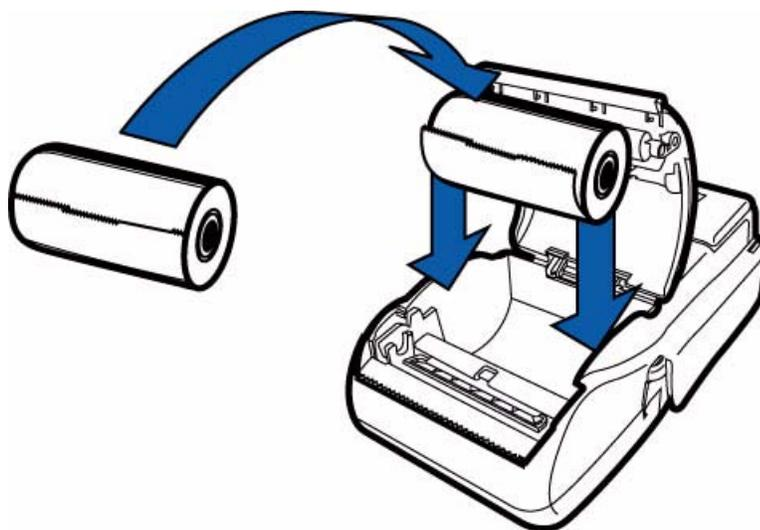

图 10 安装打印纸卷
- 5 拿住打印纸卷，确保翻转终端时纸张从纸卷底部送出（请参见图 10）。